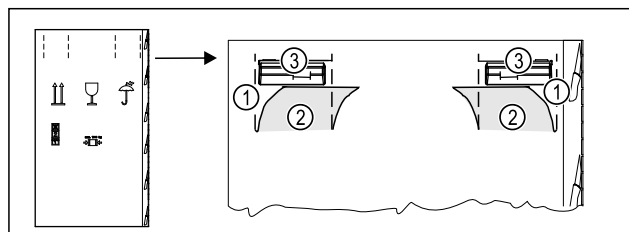

Fig. 5
- ▶ Comprime il cartone di imballaggio in alto sulla perforazione Fig. 5 (1).
- ▶ Estrarre le linguette compresse Fig. 5 (2).
- ▶ La maniglia di trasporto Fig. 5 (3) a destra e a sinistra è visibile.
- ▶ Tenere l'apparecchio dalle maniglie di trasporto Fig. 5 (3).